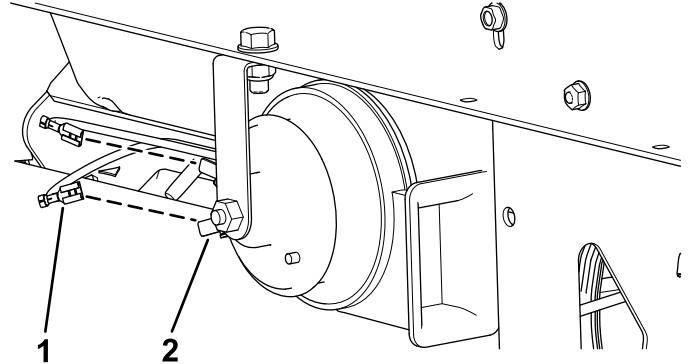

Bild 2
3. Stecken Sie die zwei Buchsenstecker vom Hauptkabelbaum in die zwei Stecker an der 12-Volt-Hupe (**Bild 2**).